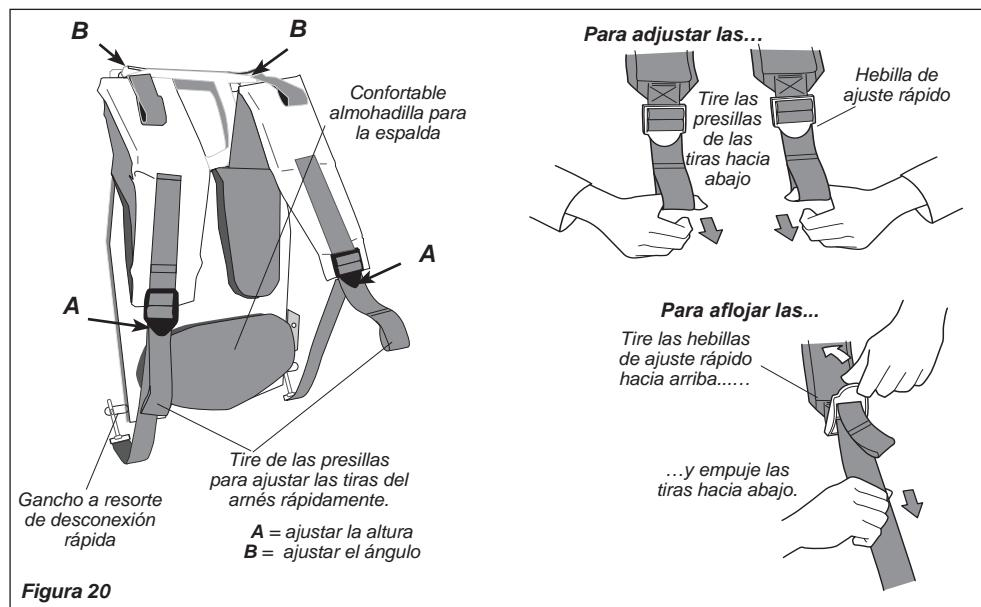

Figura 20
1. Saque el tapón ubicado en la parte superior del ensamblaje del acelerador. Consulte la Figura 20.
2. Mueva la palanca del limitador del acelerador hasta la configuración "dB". Consulte la Figura 20.